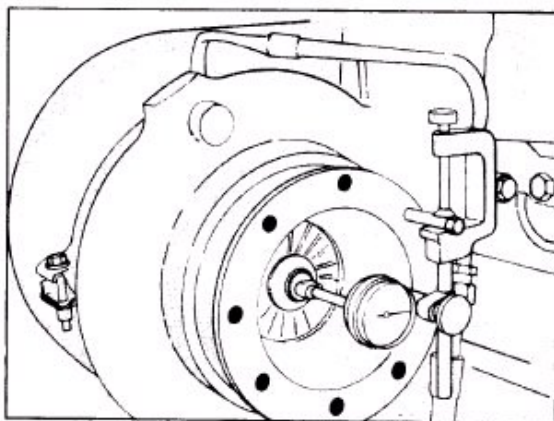

Рис. 2-66 (OM1065L) Проверка подшипника и зазора турбокомпрессора.
Проверьте зазоры в подшипниках. Для выполнения этой операции не требуется снимать турбокомпрессор с двигателя. Необходимо установить циферблатный индикатор, показывающий величину осевого люфта вала ротора, и воспользоваться калибром для измерения зазора, с помощью которого определяется радиальный зазор (рис. 2-66).
2. Снимите один стяжной болт с передней пластины (торец крыльчатки турбокомпрессора) и замените его длинным стяжным болтом. Установите на этот длинный болт индикатор и совместите стрелку индикатора с торцом вала ротора. Подвигайте вал по оси, отмечая при этом показания индикатора (рис. 2-66). Для T-50, ST-50 и VT-50 торцевой зазор должен составлять от 0.006 до 0.018 дюймов (от 0.15 до 0.46 мм).